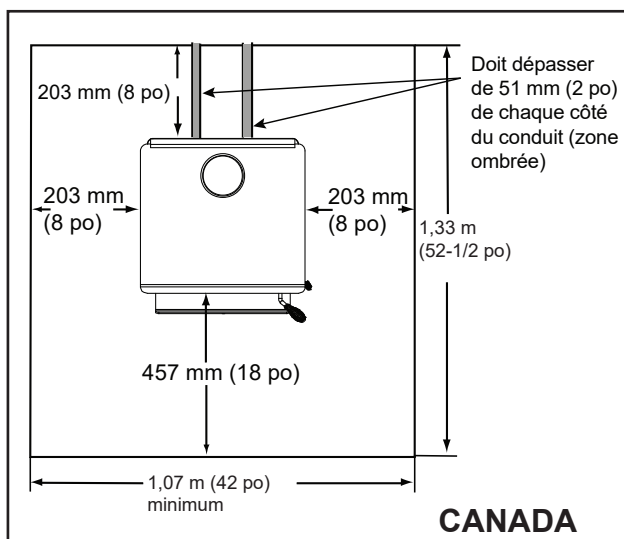

Figure 10.2
Au Canada, une protection similaire doit être installée jusqu'à 457 mm (18 po) à l'avant et 203 mm (8 po) à l'arrière et les côtés de l'appareil. **Figure 10.2 *Voir exception.**
***EXCEPTION :** Les protections incombustibles pour le sol doivent s'étendre sous le conduit lorsque l'évacuation est horizontale et se prolonger de 51 mm (2 po) de chaque côté du conduit. **Voir la figure 10.2**